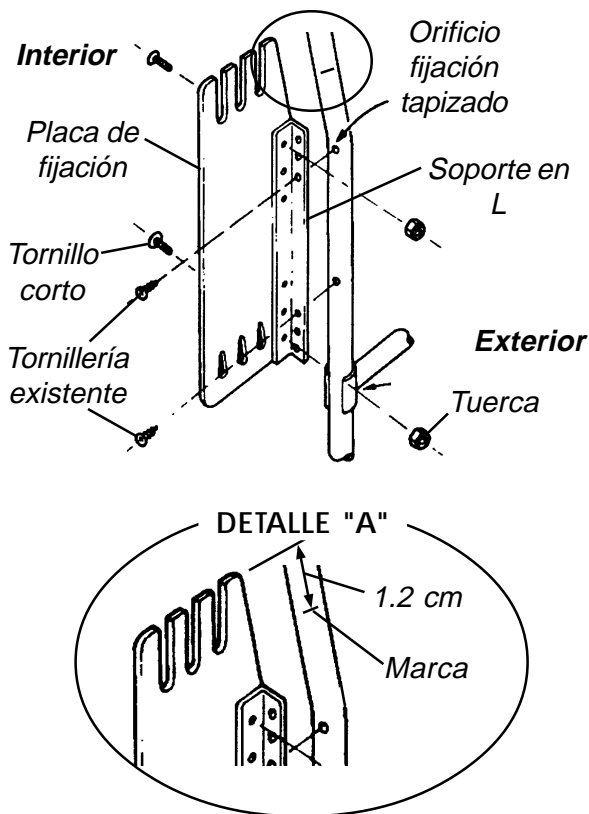

FIGURA 4 - INSTALACIÓN EN SILLAS UTILIZANDO SOPORTES EN L
### Instalación en sillas utilizando soportes en L (FIGURA 4)
- Compruebe que la parte superior de la placa de montaje al instalar los soportes en L está 1.2 cm por encima de la marca del PUNTO 8 de la DETERMINACIÓN DE LA POSICIÓN DE MONTAJE PARA LA INSTALACIÓN DEL RESPALDO PERSONAL BACK de este manual de instrucciones (DETALLE "A", FIGURA 4).
- Instale dos (2) tornillos cortos (desde el interior) a través de los pequeños orificios de la placa de montaje después a través del soporte en L. Apriete las tuercas para asegurar la placa de montaje al soporte en L.